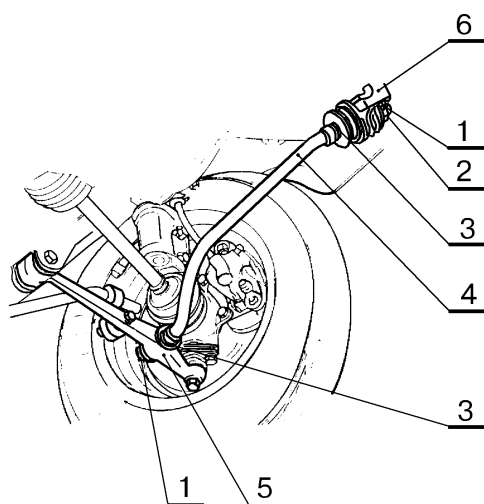

Рисунок 4 - Регулировка угла продольного наклона оси передних колес автомобилей LADA 2108, 2109, 21099, 2113, 2114, 2115, 1117, 1118, 1119, 2190, 2192, 2194:
5.1.1 Отвернуть гайки 1, рисунок 4, крепления растяжки к кронштейну 6 и нижнему рычагу 5 подвески (ключ кольцевой коленчатый 24).
- моменты затяжки гаек 1, рисунок 4, крепления растяжки к рычагу от 160 до 175 Н.м (от 16,0 до 17,5 кгс.м) и кронштейну от 150 до 160 Н.м (от 15,0 до 16,0 кгс.м) (для автомобилей LADA 1117, 1118, 1119, 2190 от 165 до 175 Н.м (от 16,5 до 17,5 кгс.м));